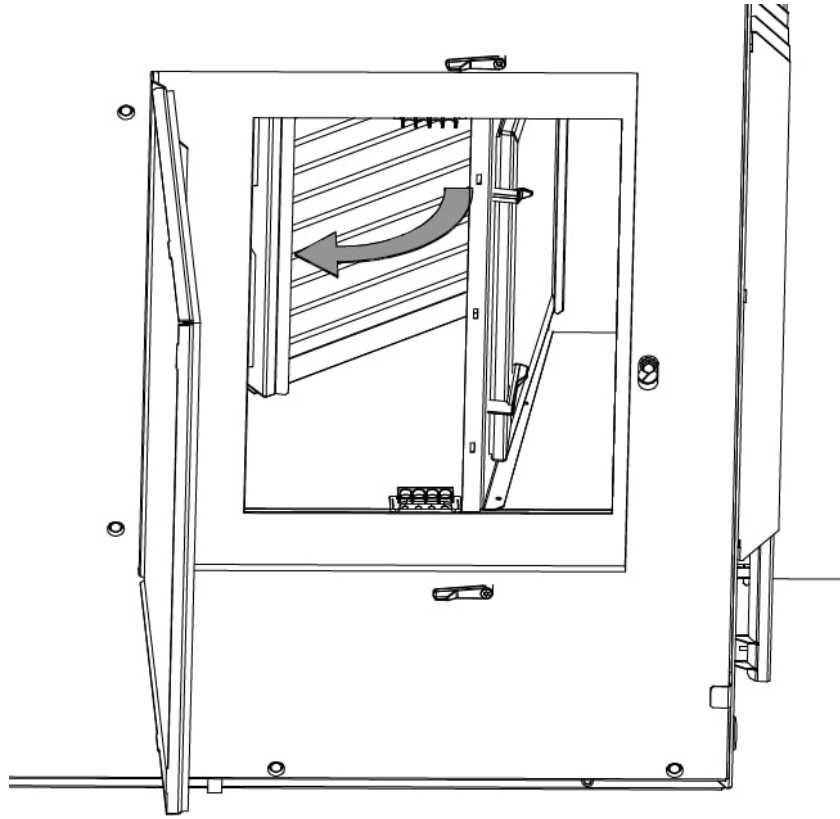

Abbildung 29: Öffnen des Scharniers, das den Feinfilter in Position hält
6. Öffnen Sie das Scharnier, das den Feinfilter in Position hält, siehe Abbildung 29 unten.